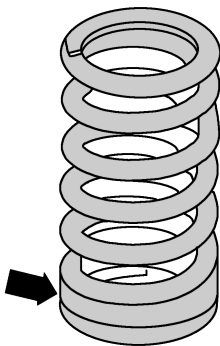

图 1-5-36 将窄弹簧丝朝向气缸盖
- (6) 装上气门弹簧和气门盘。如图 1-5-36 所示，将窄弹簧丝(箭头所示)朝向气缸盖。